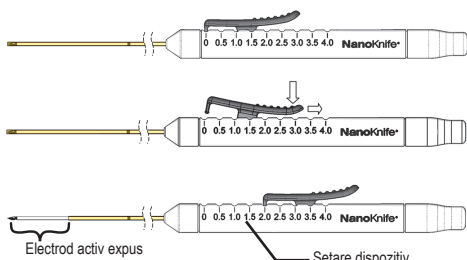

Figura 6: Ajustarea expunerii electrozului
- Verificați lungimea electrozului expus indicată de dispozitivul pentru deget de pe mâner (consultați Figura 6).